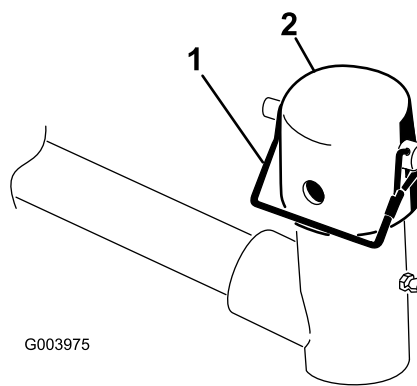

Figura 6
- Retire o pino de encaixe e tampa da forquilha da articulação do braço de elevação (Figura 6).
10. Prenda a tampa e o veio da estrutura de suporte à forquilha do braço de elevação com o pino de encaixe (Figura 6).